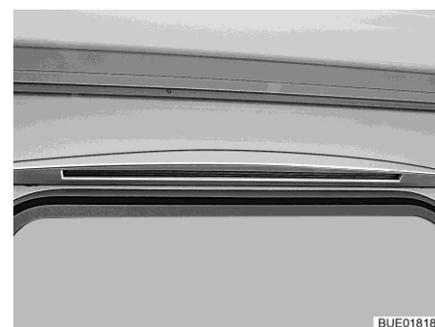

Bild 66 Vorzeltleuchte (nicht bei Ausstattung mit Markise)
- Beleuchtung Vorzelt (Bild 66) (teilweise Sonderausstattung) (nicht bei Ausstattung mit Markise)